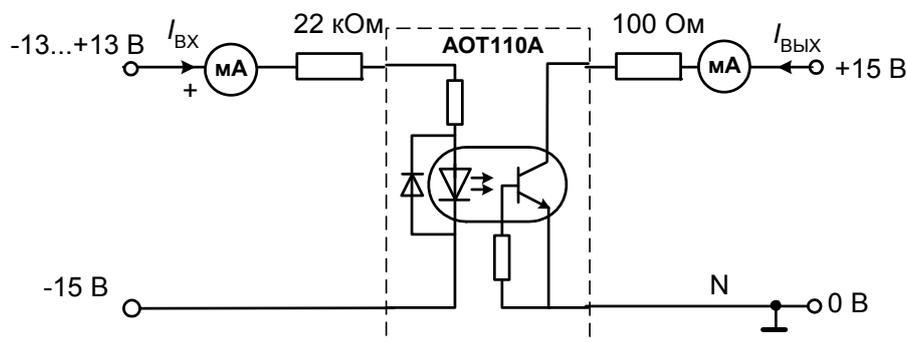

Рис. 7.5. Принципиальная схема транзисторной оптопары
1. Соберите цепь (рис. 7.5) для снятия передаточной характеристики транзисторной оптопары. После проверки схемы преподавателем подайте питание на панель выключателем «СЕТЬ».